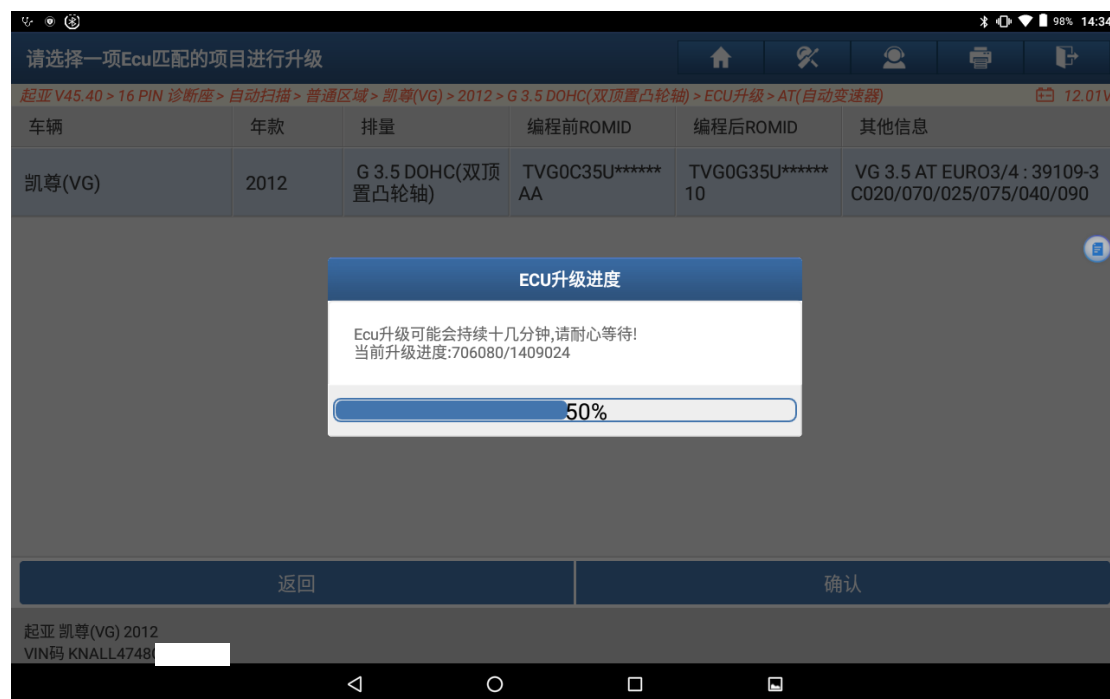

图 13
13. 点击“确定”后，开始进行编程，可能会持续十几分钟，如图 13，请耐心等待；